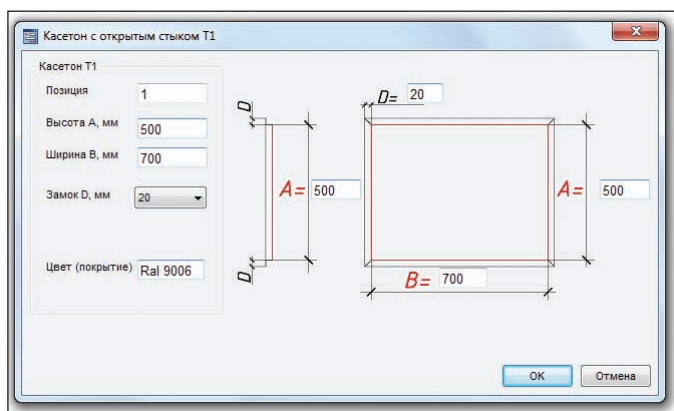

Рис. 5
- шаблон СПДС на основе простого динамического блока AutoCAD с атрибутами (рис. 5).